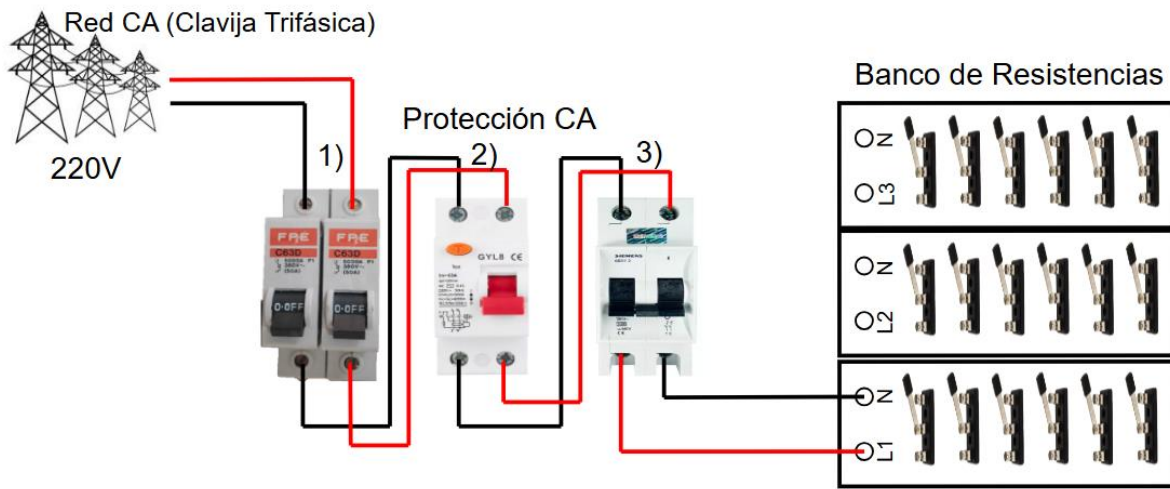

Fig. 85. Diagrama de conexión para las pruebas del interruptor termomagnético.
1. Con un multímetro en su posición de continuidad, colóquelo en el borne de la entrada y la salida del interruptor termomagnético marcado con 3) de la **Fig. 85**.
- Realice las conexiones de la **Fig. 85**, coloque todas las cuchillas del Banco de Resistencias en su posición central, no deje ninguna haciendo contacto.
- Subir las palancas de accionamiento de las tres protecciones, ver la **Fig. 85**, en el siguiente orden “1), 2) y 3)”.